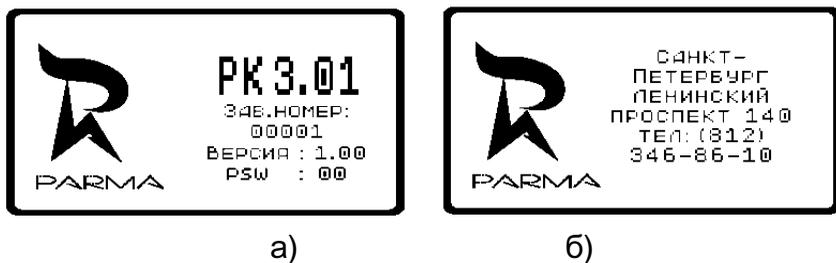

Рисунок 6
6.4.1 Для начала работы включите питание регистратора. При включении питания регистратор производит идентификацию. На лицевой панели должен загореться индикатор питания, обозначенный надписью «сеть» (рисунок 1, а). После включения регистратора, в течение 60 секунд на дисплее должно появиться изображение, содержащее логотип фирмы-производителя, заводской номер регистратора и версию встроенной программы (рисунок 6, а).
6.4.3 С периодичностью, в несколько секунд – происходит самостоятельная смена изображения: регистратор переходит в экран отображения логотипа и адреса производителя (рисунок 6, б) и обратно в экран отображения заводского номера регистратора (рисунок 6, а).
6.4.4 Нажатием кнопки  или  регистратор принудительно переводится в другой экран (рисунок 6, а - б).